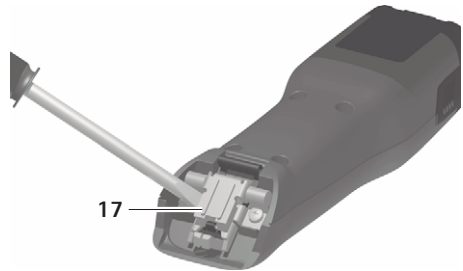

Fig. 1
- În cazul balamalei lamei închise: rabatați balamaua lamei 17 cu șurubelnița, vezi Fig. 1.